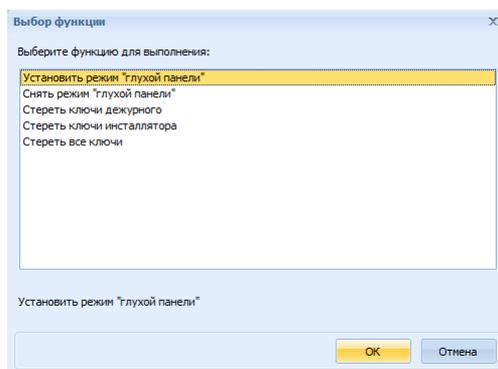

Рисунок 13.8 Окно «Выбор функции»
- Другие функции - открыть диалоговое окно, в котором можно выбрать одну из перечисленных команд, относящихся к выбранному устройству (Рисунок 13.8):